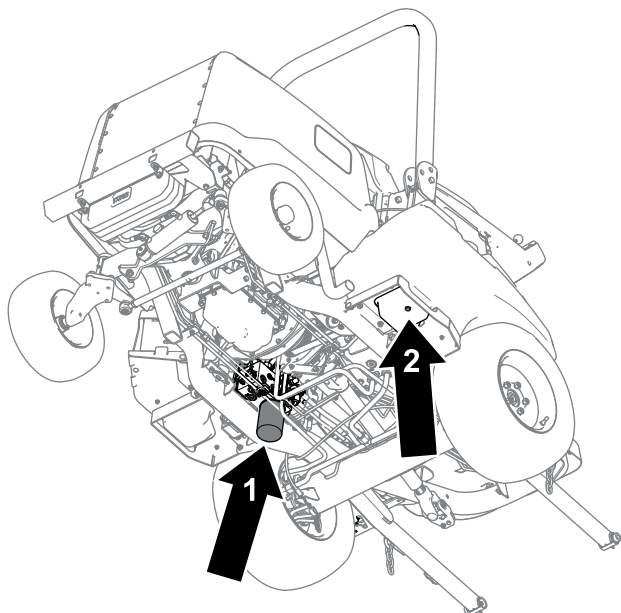

Figura 81
4. Retire el tapón de vaciado (Figura 81) de la parte inferior del depósito y deje que se drene el aceite hidráulico al recipiente.
6. Coloque un recipiente de vaciado debajo del filtro (Figura 81), retire el filtro y deje que se drene el aceite restante en el recipiente.